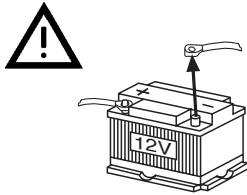

Fig. 1
Montez un porte-fusible (fusible 10 A) sur le câble plus (+12 V permanent (1), voir Fig. 1) à 30 cm au maximum de la batterie du véhicule (percez un trou dans le tablier si nécessaire et utilisez un passe-câble approprié).
Raccordez le câble du plus de commande (+12 V Ignition (2), voir Fig. 1) à la sortie correspondante (Ignition ) de l'appareil de base (par exemple l'autoradio ou le système de navigation). En cas de raccordement à la borne 15 du véhicule, un porte-fusible (fusible 1A) doit être monté sur le câble du plus de commande (2), à 20 cm au maximum du point de raccordement à la borne.
Fixez le câble (Masse/GND (3), voir Fig. 1) directement à la carrosserie avec une vis. Grattez la surface de contact du point masse de façon à ce qu'elle soit bien brillante et la lubrifier avec de la graisse graphite (très important pour une bonne mise à la masse).